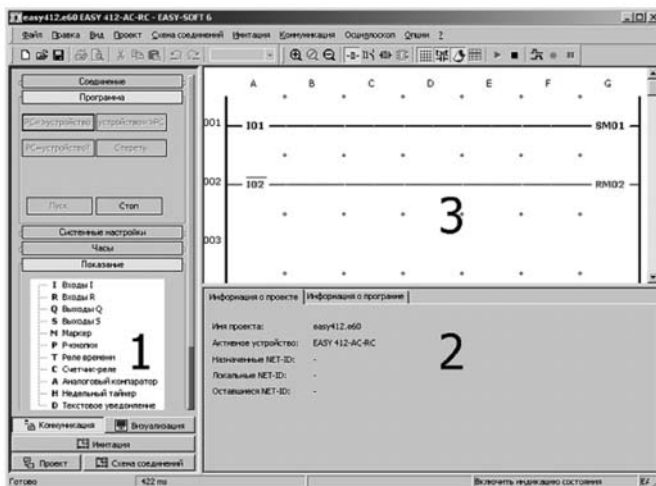

Рис. 8.32. Интерфейс Easy Soft Pro в режиме «Коммуникация»
Интерфейс EASY-SOFT и в этом режиме состоит из трех частей. Он очень похож на режим «Имитация» и содержит панель инструментов 1, поле свойств 2, а также схему соединений 3 (рис. 8.32).
- Текущее состояние элементов схемы соединений работающего реле можно отобразить в окне схемы соединений (3 на рис. 8.32), выбрав в основном меню **Коммуникация, Индикатор состояния вкл.** При этом, также как в режиме имитации, активируемые катушки и контакты подсвечиваются красным цветом. Для отображения в панели свойств (2 на рис. 8.32) состояния входов и выходов работающего реле необходимо выбрать желаемые элементы, используя кнопку **Показание** панели инструментов (1 на рис. 8.32).